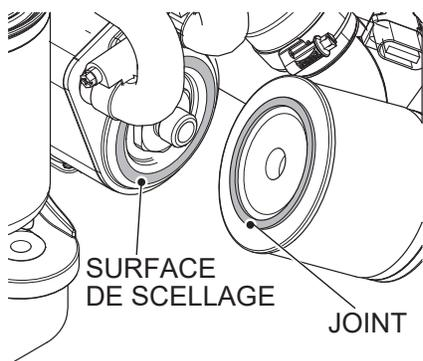

Figure 38. Remplacement du filtre à huile
- Nettoyer soigneusement la surface d'étanchéité (Figure 38).